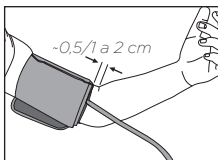

Fig. 5
4. El borde inferior del manguito debe colocarse aproximadamente 13 mm por encima de la articulación del codo, Fig 5.